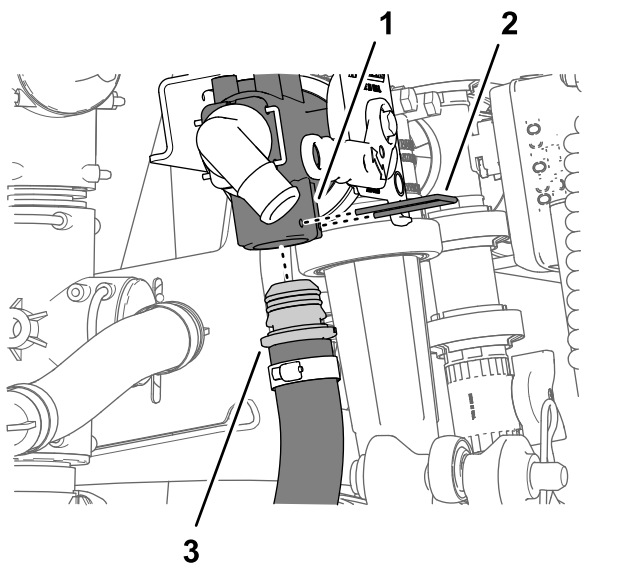

図 226
3. 圧力側ホースアセンブリToro P/N 131-9648の90°フィッティングを、液剤ポンプのT字フィッティングの空いているポートに整列させて90°フィッティングをT字フィッティングの奥まで完全に入れる 図 226。
4. 圧力側ホースアセンブリToro P/N 131-9648のバープ付きストレートフィッティングを、液剤シャットオフバルブ底部ポートに整列させて、ストレートフィッティングをバルブの奥まで完全に入れる 図 226。